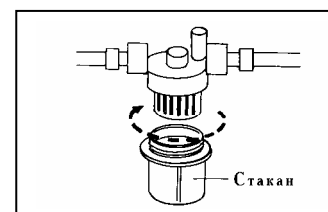

Рис.4
- Промойте фильтрующий элемент и внутреннюю часть стакана чистым керосином или соляркой (Рис.4).